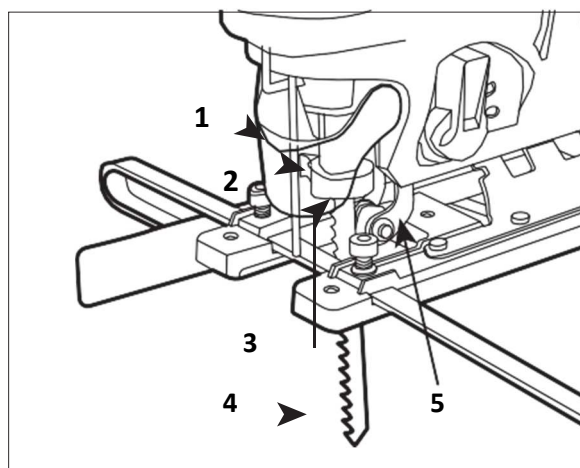

Figure 1
2. Une fois que la lame appropriée (vendue séparément) est sélectionnée, soulevez le couvercle anti-poussière pour accéder au levier de déverrouillage de la lame. Voir la figure 1.